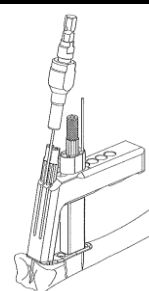

図11
- 11) 骨幹部長穴用スリーブガイドより、13ガイドピンにて仮固定します。骨幹部の仮止めホールはプレートの左右で設けられた位置が異なるため、ターゲティングガイドの目印を参照します。仮固定状態をより安定化させる場合は、骨幹部の2本目、又は遠位部の仮固定を行います。(図11)